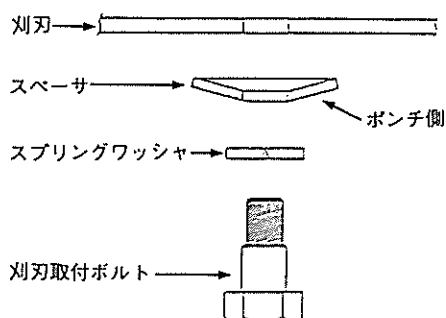

図 45 刈刃の取付け
- (6) 刈刃を取付けるときは図 45 の順番で取付け、スパーサのマーク (ポンチ穴) は刈刃の反対側にくるようにしてください。